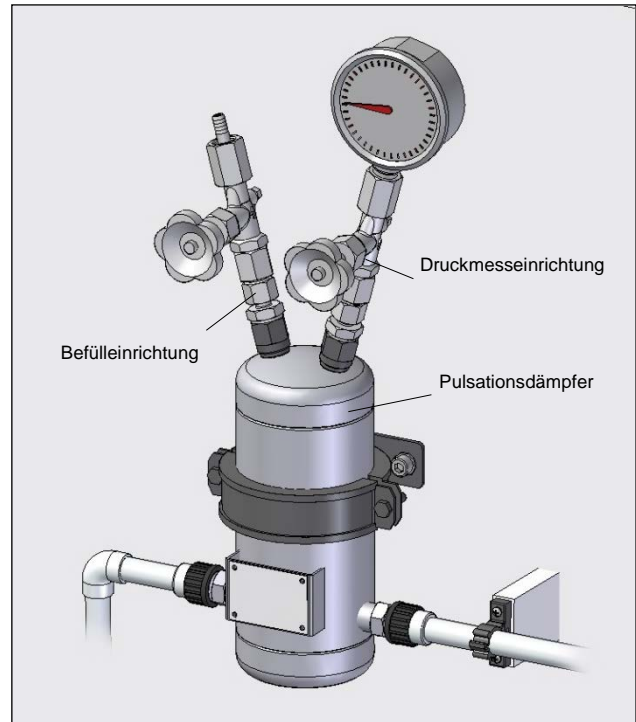

Abb. 13 Druckmess-, Befüllereinrichtung
- Befüllereinrichtung bzw. Druckmess- und Befüllereinrichtung müssen nach oben gerichtet sein (siehe Abb. 13).